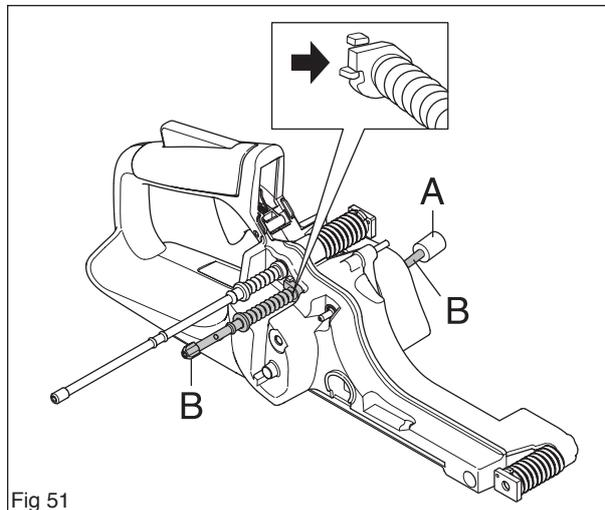

Fig 51
2. monter le filtre dans le support de filtre (voir la figure 51).